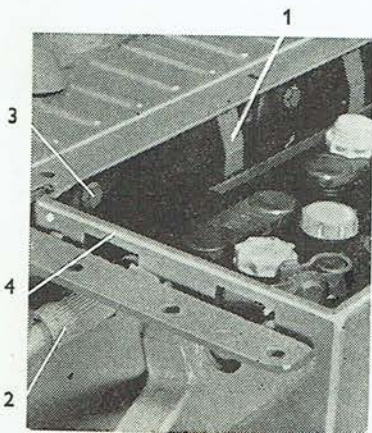

Abb. 94
3. Von der Batterie ist die Kunststoff-Abdeckung abzunehmen, die Klemmleiste (Abb. 94/1) herauszuschieben, die Batterie von den Klemmen zu lösen und die Zuleitungskabel (Abb. 94/2)
4. Drei Schrauben M 8×15 (Abb. 94/3) aus der Innenwand des Kastens (Abb. 94/4) und vier Muttern der Schrauben M 6 aus dem Kastenboden, der auf zwei Tragprofilen gelagert ist, sind auszuschrauben.